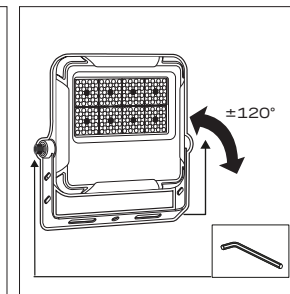
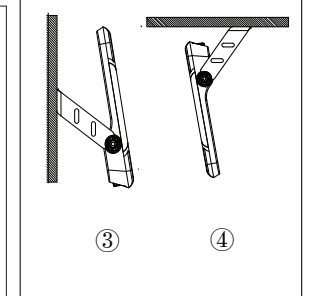

Рис. 2
Рис. 5
- Закрепить осветительный прибор на устанавливаемой поверхности, ослабить боковые винты с помощью шестигранника, отрегулировать угол наклона осветительного прибора (рис. 5), после чего надежно затянуть боковые винты (рис. 2).